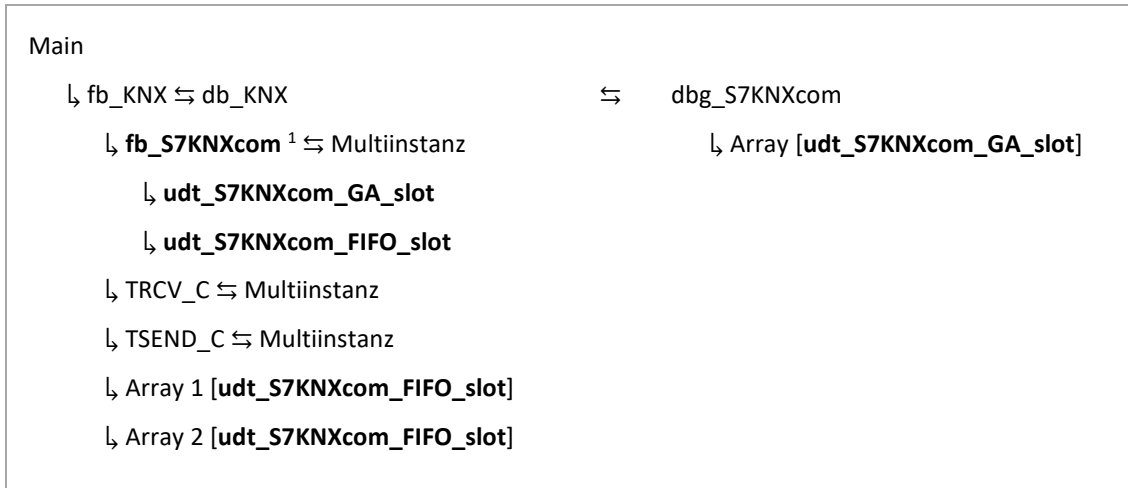

Abbildung 1 • S7KNXcom Programmstruktur
- Abbildung 1 • S7KNXcom Programmstruktur 10